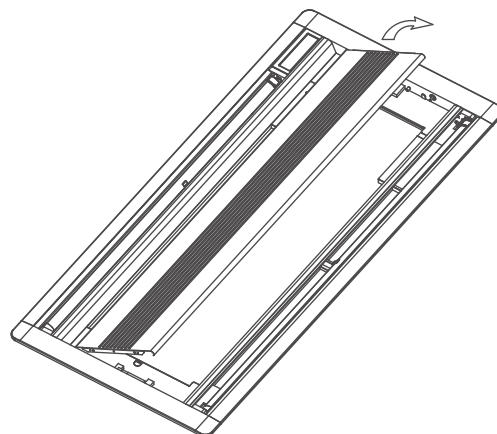

Fig.5-11
- 3) Abra la rejilla de aspiración (unos 45°) y saque el otro lado, véase la fig. 5-11.